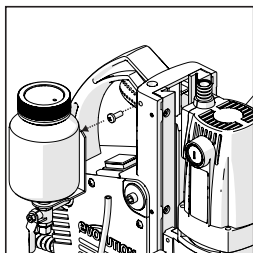

Fig. 3
- Inserire il flacone di refrigerante/lubrificante nella posizione di funzionamento. Utilizzare il foro filettato posto sulla parte superiore sinistra del corpo utensile e la vita da Ø6 (in dotazione). **(Fig. 3)**